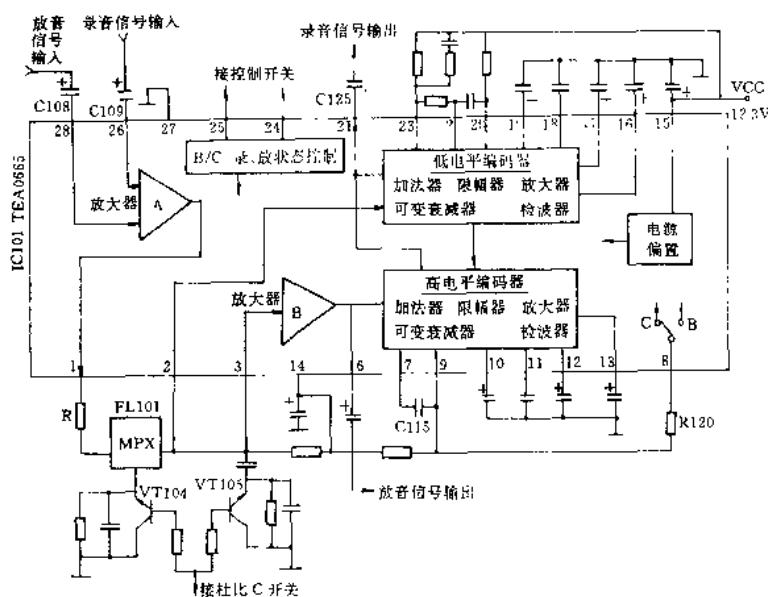

图 3 飞燕 CR-W76H 杜比降噪电路
该机杜比降噪电路采用 TEA0665 杜比 B/C 兼容降噪集成电路。采用此集成电路的机型还有马兰士 SD-255、乐声 RS-T33R 和山水 D-70BW 等。图 3 为飞燕 CR-W76H 机左声道杜比降噪电路，表 3 为 TEA0665 各引脚功能。
图 3 中, IC101 (TEA0665) 为左声道杜比降噪集成电路, 其内部设有两组杜比 B 降噪系统(但每组的参数设定不同)、多级编码、解码电路和放大电路, 可对录、放信号进行压缩或扩展处理, TEA0665①、②、③脚之间接有 MPX 多路解调压控振荡器, 可对录、放信号的不同状态进行选通控制。杜比 B/C 系统的转换运用, 可通过调整 TEA0665⑧脚的电平来实现。